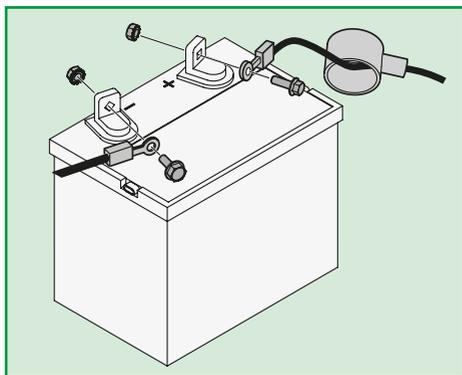

Figura 2
3. Conecte primero el cable **Rojo** de la batería al terminal **Positivo (+)**, utilizando el tornillo hexagonal y la tuerca, como se ve en la Figura 2;